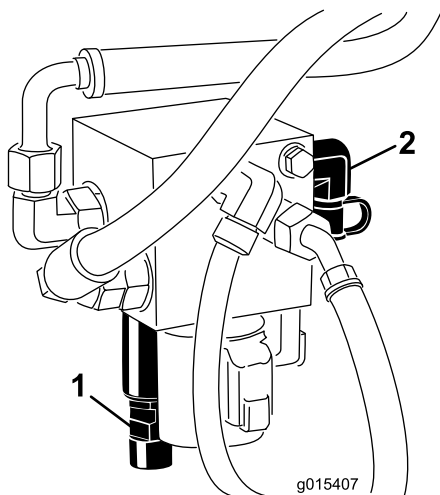

Figura 14
3. Conecte un manómetro al punto de prueba situado en la parte trasera del colector de elevación (Figura 14)
4. En la parte delantera del colector de elevación, retire el tapón del actuador de contrapeso del colector (Figura 14).
5. Afloje la contratuerca de la parte inferior del actuador de contrapeso (Figura 14).